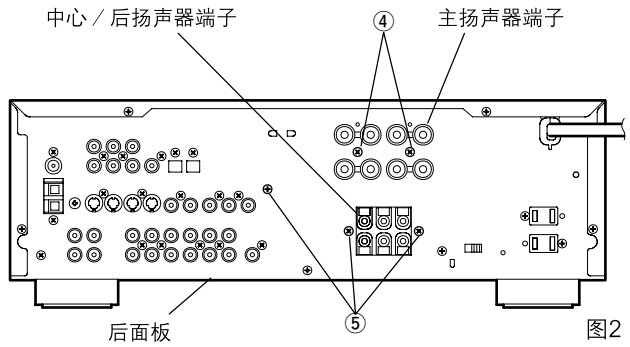

图2
- a. 将固定主扬声器端子的④的2个螺钉卸下。(图2)
- c. 将固定中心/后扬声器端子和散热器的⑤的3个螺钉卸下。(图2)